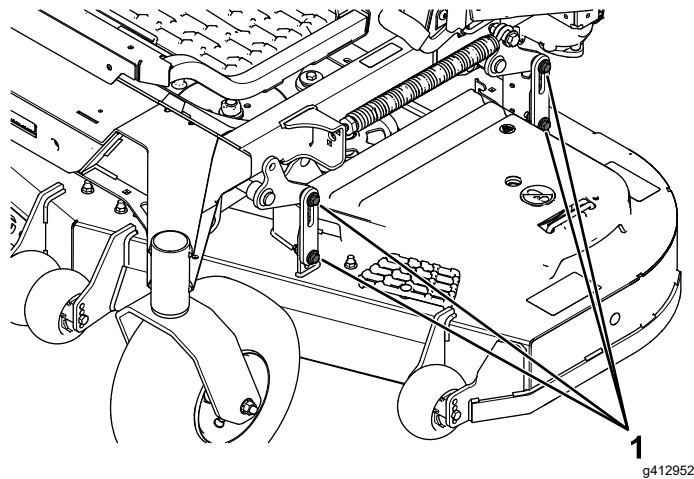

Figura 104
16. Afloje las contratuercas (Figura 104) en las 4 esquinas y asegúrese de que la carcasa de corte queda bien asentada sobre los 4 bloques.